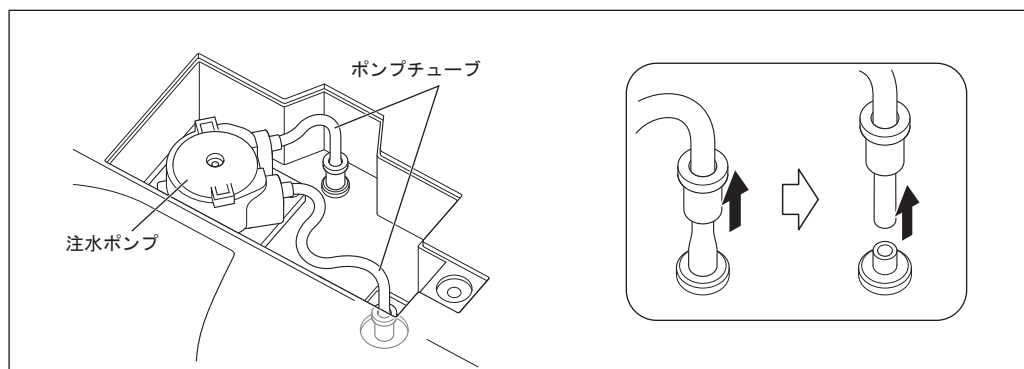

図53
- 3) ポンプチューブを2本、取り外します（図53）。
- 8) ポンプチューブを取り外しと逆の手順で取り付け、コネクタリングをコントロールユニットの奥までしっかり挿し込みます（図53）。